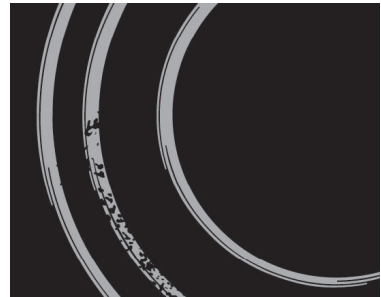

FIGURE 12
**Le sucre et les aliments contenant du sucre** peuvent détériorer irrémédiablement la surface vitrocéramique (Figure 12). Pour cette raison, vous devez retirer immédiatement avec un racloir le sucre et les préparations sucrées renversés sur la table de cuisson, même si le foyer est encore chaud.